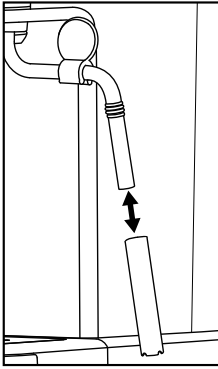

Bild 1
- 1) Ställ ett tomt kärl under mjölkskummaren ⑩.
- 2) Direkt efter att du använt mjölkskummaren vrider du ångreglaget ⑦ till läge ☞/☞ och väntar några sekunder tills ångan försvunnit.
- 3) Stäng ångreglaget ⑦ (vrid mot läge ● tills det tar stopp), stäng av produkten och dra ut kontakten.
- 5) Dra av mjölkskummarens ⑩ hölje (bild 1) och rengör det noga i varmt vatten.
- 7) Sätt tillbaka höljet på munstycket igen (bild 1).